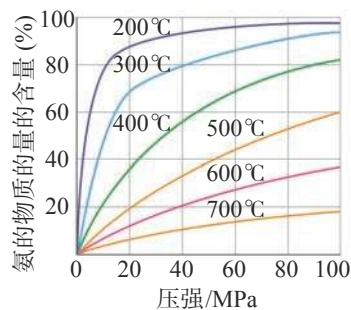

图 2.7 反应条件对合成氨含量的影响（氢氮比为 3）
如图 2.7 所示，温度升高，虽然能增大合成氨的反应速率，但会降低平衡混合物中氨的含量。温度过低，化学反应速率较小，需要很长时间才能达到平衡状态。在选择某反应的温度时，还应考虑催化剂的活性温度，以便最大限度地发挥催化剂的作用。所以，为了工业合成氨有较快的反应速率，必须在铁催化剂活性较高的温度下进行，为此合成氨反应一般选择在 500℃ 左右的温度下进行。催化反应主要发生在催化剂的表面，因此，要提高催化效率、降低成本，增大催化剂的比表面积^①十分 important。
- (1) H_2 与硫化合的反应是放热反应还是吸热反应？
- (2) 已知 H_2Te 分解反应的 $\Delta S > 0$ ，请解释为什么 Te 和 H_2 不能直接化合。
- (3) 上述资料信息中是否都能够说明硫元素非金属性强于硒元素？
6. 体积比为 1:3 的 N_2 和 H_2 在不同温度及压强下反应，平衡混合物中氨的物质的量的含量如图 2.7 所示。回答下列问题：